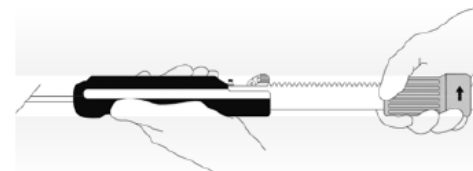

Figura 20
33. Confira se a haste-guia é totalmente retraída puxando o botão de rotação de volta a uma extremidade de trás do sistema de liberação, de tal forma que a haste-guia esteja apoiada na extremidade da ranhura na manopla. A lingueta de liberação da bainha será exposta. O local onde o botão de rotação se encontra em relação à haste-guia não é relevante. (Figura 20).
37. Solte o lado ipsilateral da Endoprótese bifurcada principal movendo o botão de rotação cinza de volta até que a haste-guia esteja apoiada na parte de trás da ranhura na manopla. (Figura 20)
44. Confira se a haste-guia é totalmente retraída puxando o botão de rotação de volta até a extremidade de trás do sistema introdutor, de tal forma que a haste-guia esteja apoiada na extremidade da ranhura na manopla. O local onde o botão de rotação se encontra em relação à haste-guia não é relevante. (Figura 20)